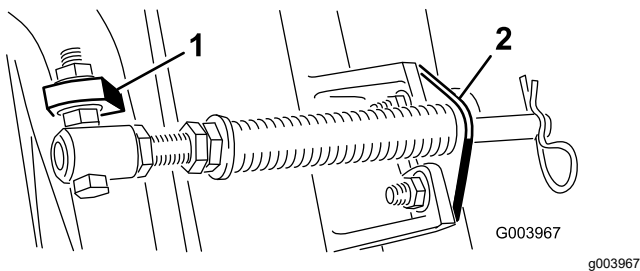
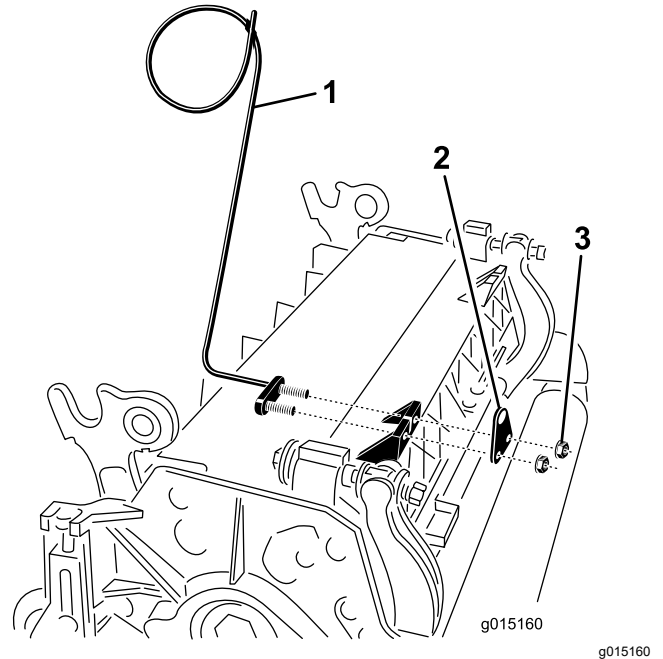

Figura 11
Figura 13
- C. Monte el perno del tubo del muelle a la otra pestaña del bastidor de tiro y fíjelo con la tuerca con arandela prensada. La cabeza del perno debe colocarse en el exterior de la pestaña, según se muestra en Figura 11.
D. Monte el soporte de la varilla en las pestañas de la unidad de corte con los pernos de cuello cuadrado y las tuercas (Figura 11). Asimismo, en la unidad de corte, monte la guía de los manguitos de la izquierda en la parte delantera de las pestañas de la unidad de corte al reinstalar el soporte de la varilla (Figura 13).